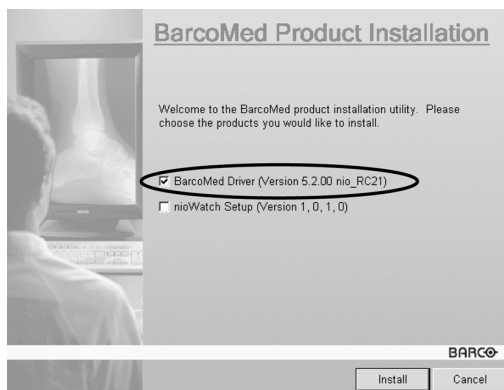

Figure 50
3. Pour mettre le pilote à jour, désactivez la case à cocher en regard de « **NioWatch Setup** » (figure 50), puis cliquez sur « **Install** ».